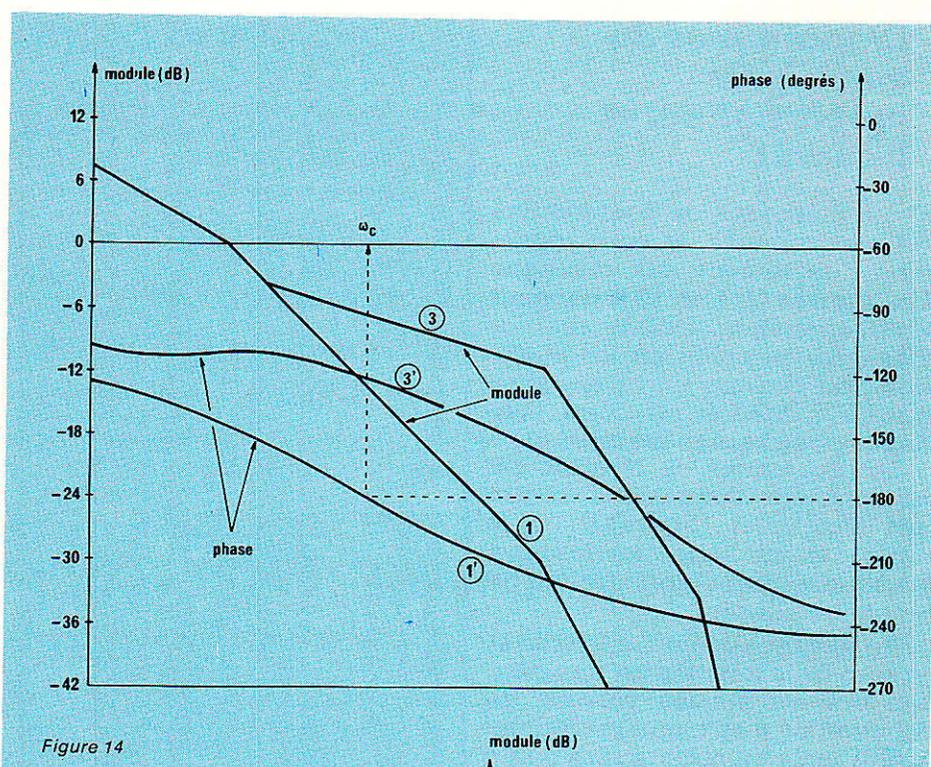

Figure 14
Pour déterminer la pulsation critique ω_c du système (pulsation correspondant à un déphasage de -180° , donc à la fréquence d'oscillation), on commence par tracer les diagrammes de Bode pour $K = 1$, donc pour $G(p)$; ils ont l'allure indiquée à la figure 14: courbe (1) pour l'amplitude, et (1') pour la phase. On en déduit immédiatement ω_c .
Afin d'assurer au correcteur une efficacité maximale, on choisit généralement de faire coïncider son premier point de cassure D_1 (voir figure 5) avec la pulsation critique ω_c : ainsi, l'avance de phase la plus grande se situera au voisinage de ω_R . On prend une marge de phase de l'ordre de 50° , ce qui (voir tableau I) donne $\rho = 0,1$ pour le réseau, et on essaie une valeur de τ voisine de τ_s . Ceci permet de tracer, sur la figure 14, les courbes de Bode (2) et (2') du correcteur, puis celles (3) et (3') du système corrigé. En reportant la courbe ainsi corrigée dans l'abaque de black, on trouve la nouvelle valeur K_2 (supérieure à K_1) du gain statique, ce qui donne le facteur d'amélioration en précision. En pratique, il faut souvent plusieurs essais successifs sur la valeur de τ , pour atteindre les meilleurs résultats.